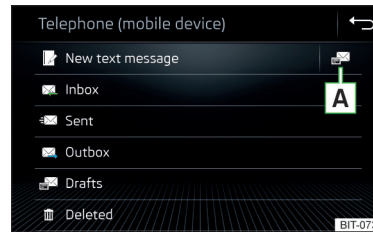

Abb. 157
- › Im Hauptmenü *Telefon* die Funktionsfläche  antippen, es wird das Hauptmenü für Textmitteilungen angezeigt » Abb. 157.
› Abb. 157 auf Seite 140.